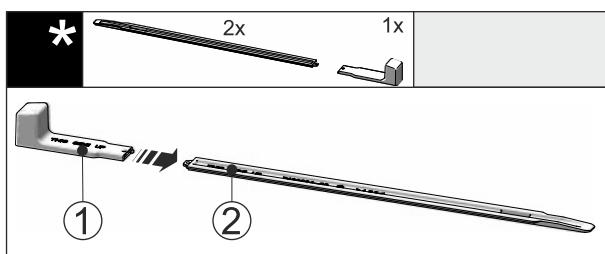

Fig. 46
- ▶ Postavite montažnu ručku Fig. 46 (1) na šinu za Fig. 46 (2) niveliranje.